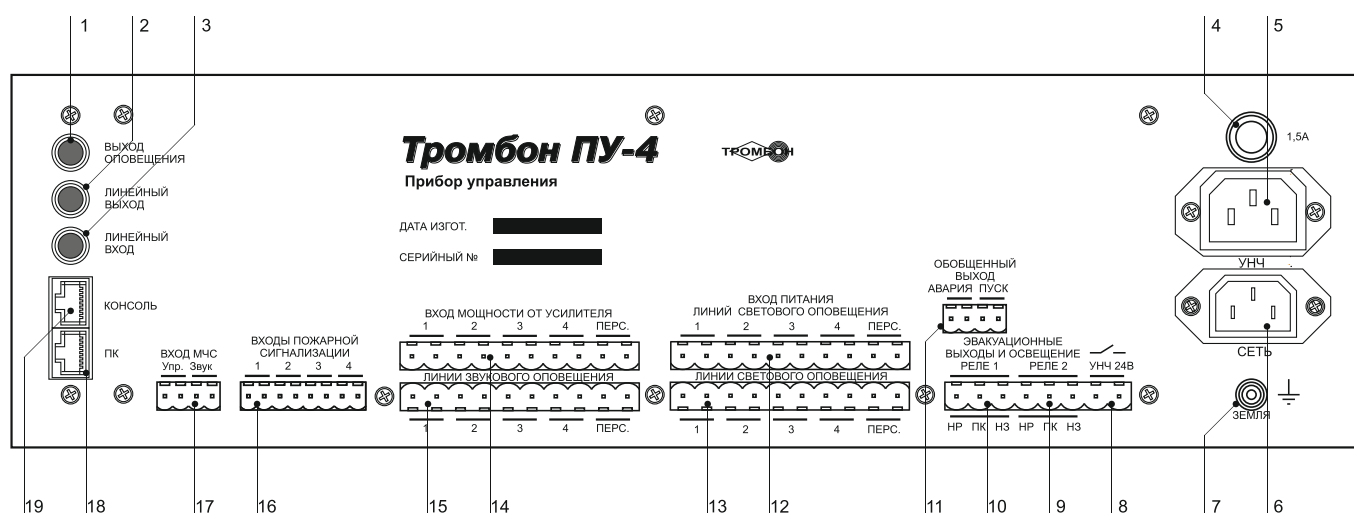

Рис. 2. Прибор управления «Тромбон ПУ-4», вид со стороны задней панели.
5.1.1. Аналоговое подключение через «Входы пожарной сигнализации» (рис. 2, поз. 16).
5.1.2. Цифровое подключение к сопряженной комплексной системе безопасности выполняется через последовательный порт «ПК» кабелем «Витая пара» (интерфейс RS485 рис. 2 поз. 18). Назначение контактов последовательного порта «ПК» приведено в Приложении 3.
Прибор имеет специальный «Вход МЧС» (рис. 2, поз. 17). Вход предназначен для стыковки с блоком централизованного запуска системы оповещения МЧС (БЦЗ системы П-166 или аналогичными). Вход выполнен в виде 4-х контактного разъема. К данному разъему подключены логический вход управления Прибора (реагирующий на замыкание контактов) и вход звукового сигнала (уровень 0,775В).
Для подключения консолей на задней панели ПУ расположен специальный порт «Консоль» (рис. 2, поз. 19).
- Разъем «Линейный вход» (рис. 2, поз. 3) предназначен для подключения к Прибору источника музыкальных программ. Вход стереофонический, используется только в режиме звукового вещания. Максимальное входное напряжение сигнала на данном входе – 250 мВ.
- Разъем «Выход оповещения» (рис. 2, поз. 1) предназначен для подключения звуковых сигналов от Прибора к входу «Оповещения» усилителя мощности. Сопротивление входа усилителя должно быть не менее 600 Ом. Максимальное напряжение звукового сигнала на данном выходе Прибора – не более 250 мВ. Схема подключения к усилителю мощности приведена в Приложении 6.
- Разъем «Линейный выход» (рис. 2, поз. 2) предназначен для подключения стереофонических звуковых сигналов от Прибора к входам усилителей мощности. Выход используется при необходимости реализации на объекте стереофонического вещания, например, для озвучивания кафе. Напряжение звукового сигнала на данном выходе не более 250 мВ.
- Разъем «Линии звукового оповещения» (рис. 2, поз. 15) предназначен для подключения линий связи со звуковыми оповещателями. Всего Прибор имеет пять выходов. Первые 4 выхода предназначены для четырех зон общего оповещения, пятый выход «Перс.» предназначен для зоны первоочередного оповещения персонала. Прибор обеспечивает контроль исправности линий связи. Контроль исправности может быть отключен программно. Схема подключения линий звукового оповещения к Прибору управления «Тромбон ПУ-4» приведена в Приложении 6.
- Разъем «Вход мощности от усилителя» (рис. 2, поз.14) предназначен для подключения звуковых сигналов с выходов усилителей мощности. У Прибора имеется 5 независимых входов (по одному для каждой зоны). К данным входам Прибора допускается подключение усилителей мощности с выходными напряжениями от 15 до 240В, в зависимости от характеристик выбранных звуковых оповещателей. Прибор позволяет использовать для разных зон разные усилители, а также выходы усилителя с различными напряжениями. Схема подключения линий звукового оповещения и выходов усилителей мощности к Прибору управления «Тромбон ПУ-4» приведена в Приложении 6.
- Разъем «Вход питания линий светового оповещения» (рис. 2, поз. 12) предназначен для подключения источников питания для световых оповещателей. В Приборе допускается подключение для разных линий оповещения различных источников питания с напряжениями от 12В до 230В, в зависимости от выбранных типов световых оповещателей. Схема подключения источников питания и световых оповещателей к ПУ приведена в Приложении 7.
- Разъемы «Линии светового оповещения» (рис. 2, поз. 13) предназначен для подключения линий связи со световыми оповещателями. Прибор обеспечивает контроль исправности линий связи. Контроль исправности может быть отключен программно. Схема включения линий светового оповещения приведена в Приложении 7.
5.7. Подключение эвакуационного освещения и замков эвакуационных выходов выполняется через разъем «Эвакуационные выходы и освещение» (рис. 2, поз. 9, 10).
5.9. Разъем «Сеть» (рис. 2, поз 6) предназначен для подключения Прибора к сети питания переменного тока 220-230В 50Гц.
5.10. Подключение питания 220-230В на усилитель мощности выполняется через разъем «УНЧ» (рис. 2, поз. 5). Напряжение на этом разъеме появляется при переходе Прибора из «Дежурного режима» в режимы «Тревога», «Экстренный запуск», «Трансляция МЧС», «Звуковое вещание» или «Звуковое вещание от удаленной консоли». В зависимости от мощности и количества усилителей в системе оповещения подключение питания к ним возможно двумя способами:
5.11. Подключение резервного питания 24В на усилитель мощности выполняется через разъем «УНЧ 24В» (рис. 2, поз. 8). Контакты этого разъема замыкаются через реле при переходе Прибора из
Звуковые сигналы, подаваемые на «Линейный вход» Прибора (рис. 2, поз 3), коммутируются на два выхода: «Выход оповещения» (рис. 2, поз. 1) и «Линейный выход» (рис. 2, поз 2).
Вход в режим «Трансляция МЧС» выполняется по команде, поступающей от БЦЗ, на вход управления МЧС Прибора (рис. 2, поз. 17). Команда представляет собой замыкание контактов «Упр.» на входе «МЧС» Прибора на все время трансляции. В режиме «Трансляция МЧС» Прибор управления включает основное и резервное питание усилителя мощности, включает все линии звукового оповещения, реле на выходе «Пуск» и коммутирует сигнал от входа МЧС «Звук» на линейный выход Прибора. При этом загораются индикаторы «Оповещение зон» и «МЧС» на передней панели Прибора (рис. 1, поз. 9 и 13).